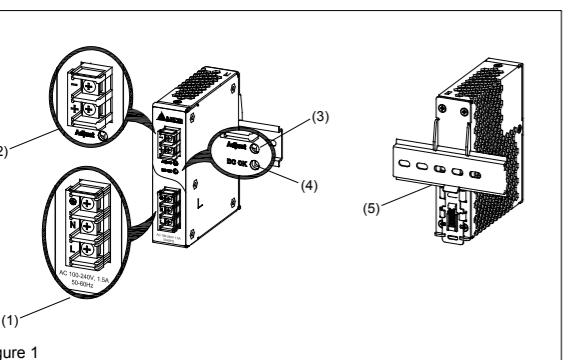
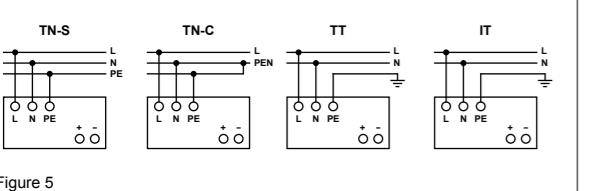

Figure 1
Figure 5
**5.2. Anschluss der Ausgangsklemmen (Abb. 1, Abb. 5)**
Verwenden Sie die Schraubklemmen "+" und "-", um den 24Vdc-Anschluss herzustellen. Am Ausgang stehen 24Vdc zur Verfügung. Die Ausgangsspannung kann am Potentiometer zwischen 22 und 28Vdc eingestellt werden. Die grüne LED "DC OK" zeigt die korrekte Funktion des Ausgangs an (Abb. 1 (4)). Das Gerät verfügt über einen Kurzschluss-, Überlast- und Überspannungsschutz, der auf 35Vdc begrenzt ist.
### 2. Device description (Fig. 1)